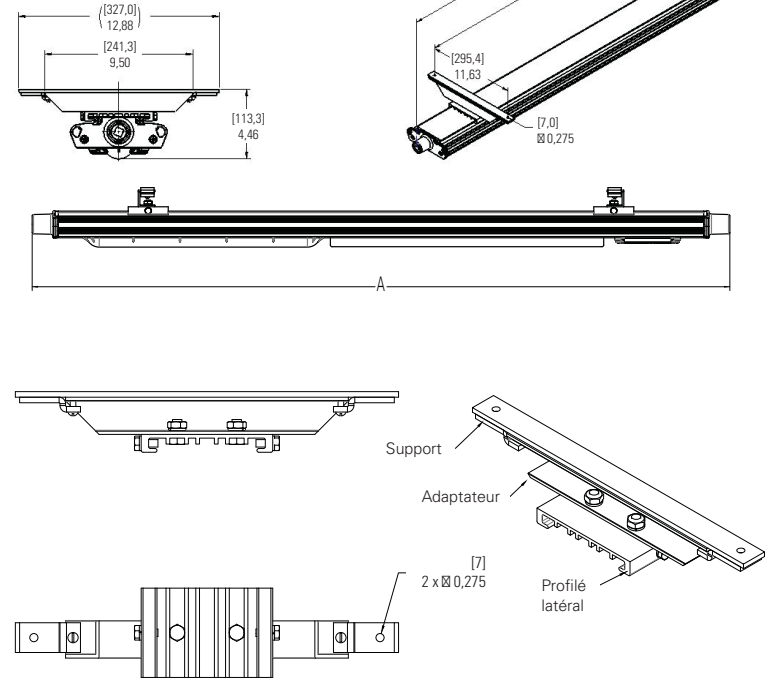

Figure 7. Détails de la trousse de montage MagnaPro MP1054MTK
5. Installer un (1) adaptateur de profilé avec support coulissant sur chaque support MP1054MTK. Faire glisser le côté long de l'adaptateur de profilé dans les fentes du support, puis serrer les deux (2) vis cruciformes aux extrémités de chaque support MP1054MTK. S'assurer que les supports coulissants sont parallèles (voir la figure 7).
6. Le luminaire peut maintenant être installé. Il est fortement recommandé que deux (2) professionnels qualifiés réalisent le montage final du luminaire, afin d'éviter des blessures corporelles ou des dommages au luminaire.
8. Serrer à fond les deux (2) vis de pression de 1/4 po sur chaque support coulissant (voir la figure 7). Serrer à un couple de 8,8 N.m (78 lb-po).